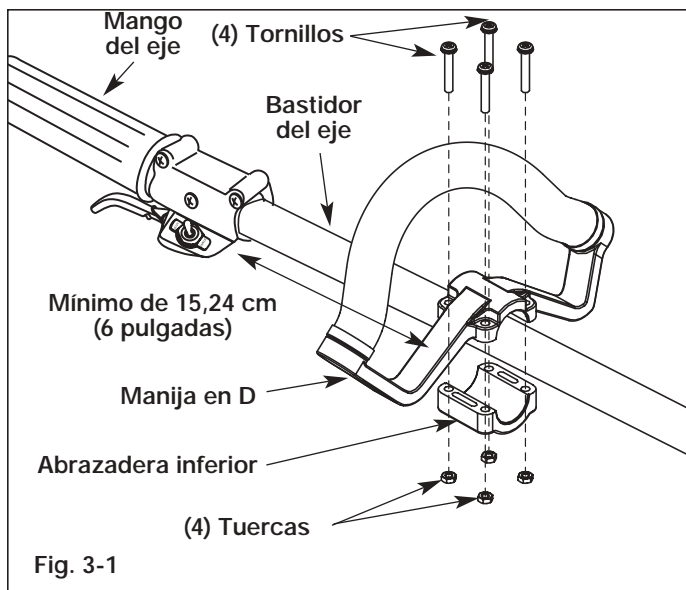

Fig. 3-1
2. Coloque la manija en D por encima del bastidor del eje y sobre la abrazadera inferior (Fig. 3-1). Colóquela a un mínimo de 15,24 cm (6 pulgadas) desde el extremo del puño del eje.